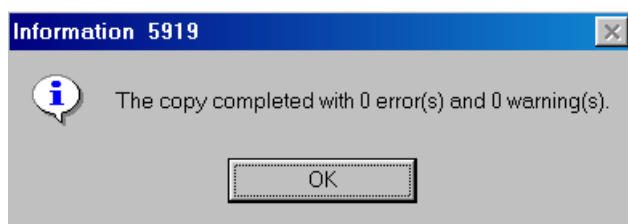

Рис. 8-21. Окно с результатами копирования
6) После окончания копирования появляется информационное окно с результатами копирования (рис. 8-21). Нажмите кнопку ОК для его закрытия.